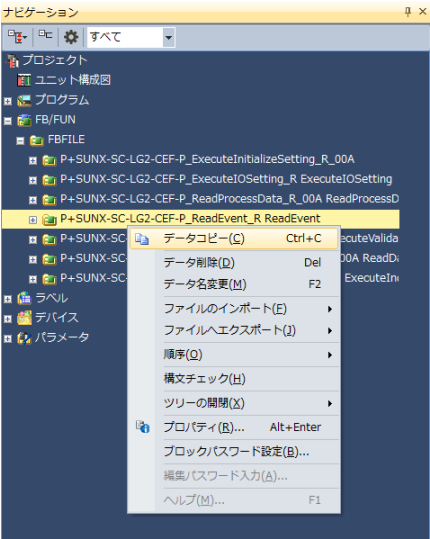

図 5.2-1 FB のコピー
- 2 枚目でも使用する FB を右クリックし、データコピーをする。(図 5.2-1)